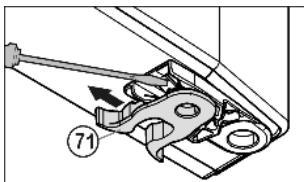

Fig. 9
- переставить пружинный зажим Fig. 9 (71): Нажать вниз язычок защелки, снять с него пружинный зажим.